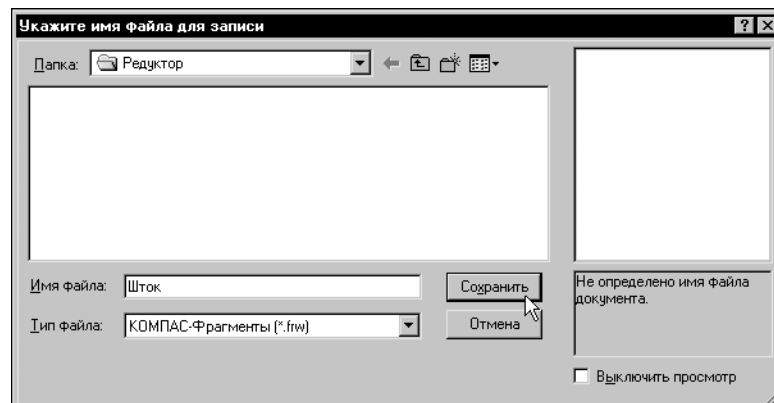

Рис. 5.16. Ввод имени сохраняемого фрагмента
4. Откройте папку *Редуктор* и сохраните в ней созданный фрагмент под именем *Шток* (рис. 5.16).